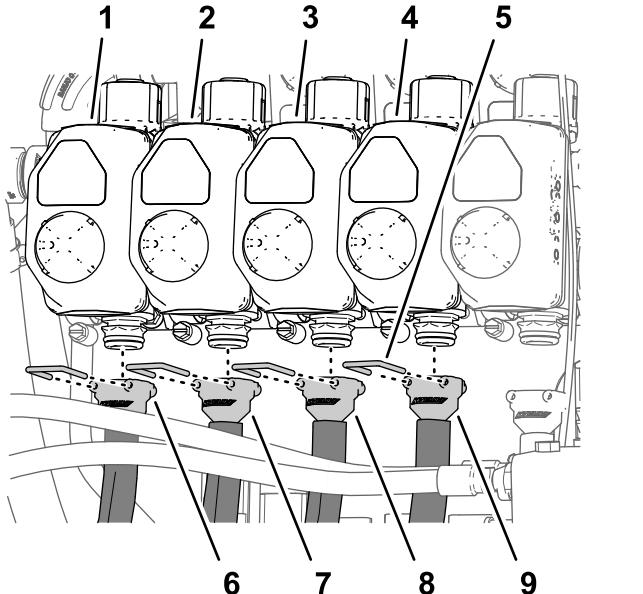
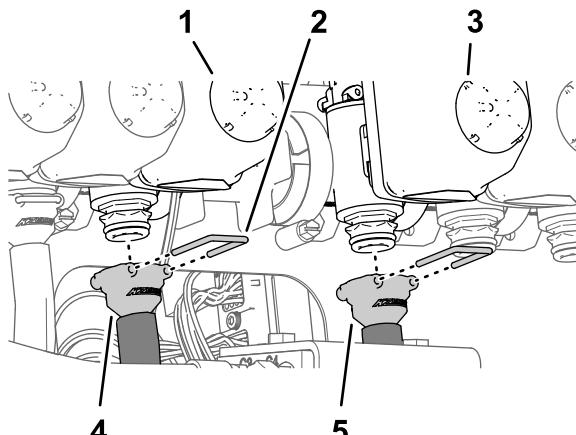
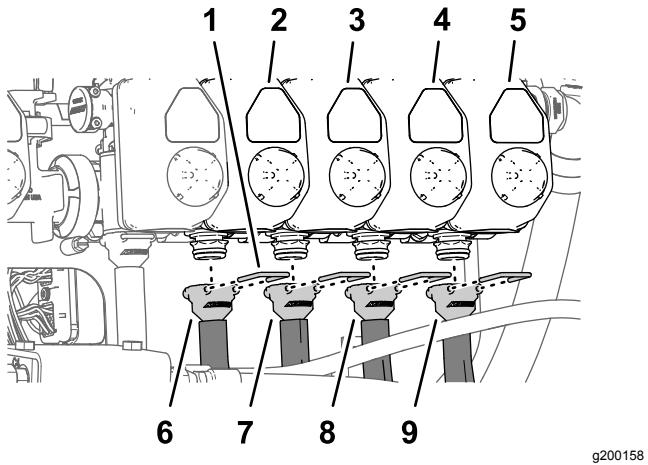

Bild 125
Bild 126
Bild 127
**Hinweis:** Informationen zu den Düsenventilstellungen finden Sie in Bild 125 in Montieren der Schläuche an den Düsenventilen 1 bis 4 \(Seite 62\), Bild 126 in Montieren der Schläuche an den Düsenventilen 5 bis 6 \(Seite 62\) und Bild 127 in Montieren der Schläuche an den Düsenventilen 7 bis 10 \(Seite 63\).
1. Befestigen Sie das gerade gezahnte Anschlussstück des Zulaufschlauchs (279 cm) an der Kupplung des Düsenventils 1 (Bild 125).
2. Befestigen Sie das gerade Anschlussstück mit einem Halter an der Kupplung (Bild 125).
3. Befestigen Sie das gerade gezahnte Anschlussstück des Zulaufschlauchs (234 cm) an der Kupplung des Düsenventils 2 (Bild 125).
4. Befestigen Sie das gerade Anschlussstück mit einem Halter an der Kupplung (Bild 125).
5. Befestigen Sie das gerade gezahnte Anschlussstück des Zulaufschlauchs (188 cm) an der Kupplung des Düsenventils 3 (Bild 125).
6. Befestigen Sie das gerade Anschlussstück mit einem Halter an der Kupplung (Bild 125).
7. Befestigen Sie das gerade gezahnte Anschlussstück des Zulaufschlauchs (188 cm) an der Kupplung des Düsenventils 4 (Bild 125).
8. Befestigen Sie das gerade Anschlussstück mit einem Halter an der Kupplung (Bild 125).
1. Befestigen Sie das gerade gezahnte Anschlussstück des Zulaufschlauchs (81 cm) an der Kupplung des Düsenventils 5 (Bild 126).
2. Befestigen Sie das gerade Anschlussstück mit einem Halter an der Kupplung (Bild 126).
3. Befestigen Sie das gerade gezahnte Anschlussstück des Zulaufschlauchs (81 cm) an der Kupplung des Düsenventils 6 (Bild 126).
4. Befestigen Sie das gerade Anschlussstück mit einem Halter an der Kupplung (Bild 126).
1. Befestigen Sie das gerade gezahnte Anschlussstück des Zulaufschlauchs (188 cm) an der Kupplung des Düsenventils 7 (Bild 127).
2. Befestigen Sie das gerade Anschlussstück mit einem Halter an der Kupplung (Bild 127).
3. Befestigen Sie das gerade gezahnte Anschlussstück des Zulaufschlauchs (188 cm) an der Kupplung des Düsenventils 8 (Bild 127).
4. Befestigen Sie das gerade Anschlussstück mit einem Halter an der Kupplung (Bild 127).
5. Befestigen Sie das gerade gezahnte Anschlussstück des Zulaufschlauchs (234 cm) an der Kupplung des Düsenventils 9 (Bild 127).
6. Befestigen Sie das gerade Anschlussstück mit einem Halter an der Kupplung (Bild 127).
7. Befestigen Sie das gerade gezahnte Anschlussstück des Zulaufschlauchs (279 cm) an der Kupplung des Düsenventils 10 (Bild 127).
8. Befestigen Sie das gerade Anschlussstück mit einem Halter an der Kupplung (Bild 127).